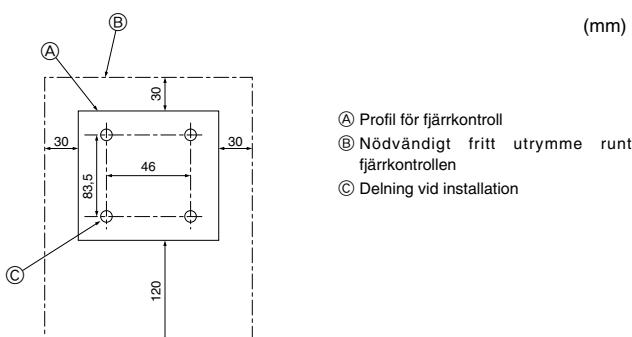

Fig. 6-2
6.2. Fjärrkontroll (Fig. 6-2) För ledningsdragen fjärrkontroll
(1) Välj installationsplats för fjärrkontrollen. (Fig. 6-2)